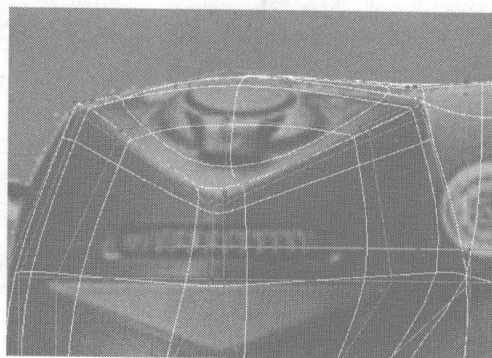

图 6.58
- 10** 切换为边线编辑，为手柄顶部继续添加一些细分线，并对其进行细致的调整，效果如图 6.57 所示，然后在 Front 视图中调整手柄处的节点，如图 6.58 所示。